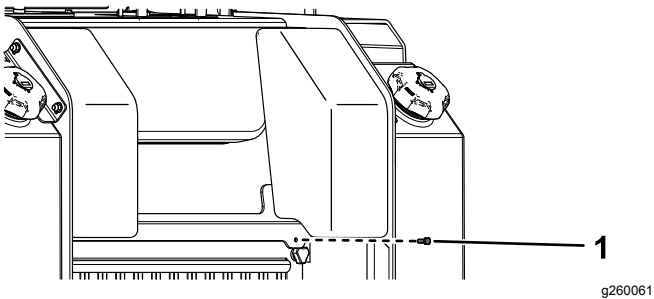

Figura 39
1. Retire el seguro (Figura 39).
2. Levante la cubierta de acceso trasera y sujete la varilla de sujeción para tener acceso a los componentes internos (Figura 39).